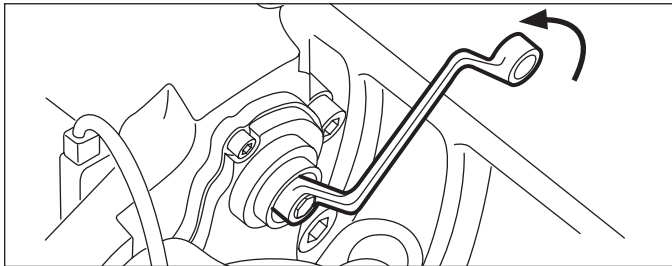

Figura 37 – Retroceso del ajustador para la extracción de pastilla
5.2.8 Use una llave de estrella acodada de seis puntas de 10 mm (consulte la figura 37) para girar el ajustador en sentido contrario a las agujas del reloj hasta que haya suficiente espacio para quitar las pastillas de freno. Se produce un chasquido cada vez que gira el ajustador.
- 5.2.19 Con la misma herramienta, gire el adaptador de cizalla (61) **en sentido contrario a las agujas del reloj** y escuche el sonido de tres (3) clics a medida que el mecanismo retrocede (aumenta) el espacio de marcha (consulte la figura 37).